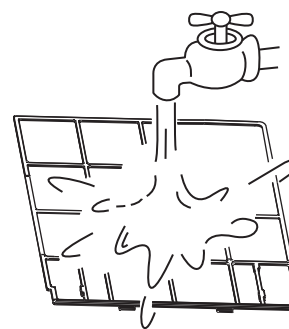

Рисунок 6-3
• Во время чистки водой приточная сторона фильтра должна быть направлена вниз. (См. Рисунок 6-3).